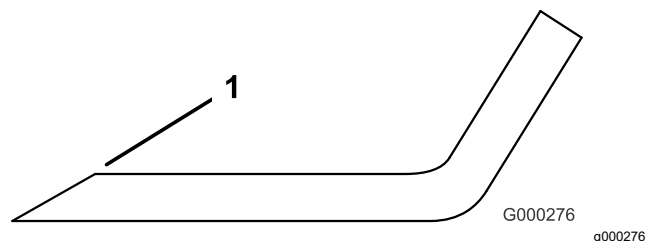

Рисунок 30
3. Осмотрите режущие кромки всех ножей. Заточите режущие кромки, если они затупились или выщерблены. Для обеспечения остроты затачивайте только верхнюю сторону режущей кромки и сохраняйте первоначальный угол заточки (Рисунок 30). Балансировка ножа не нарушается, если с обеих режущих кромок удаляется одинаковое количество материала.